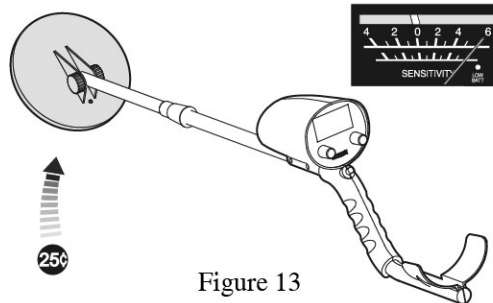

Figure 13
- Approchez le disque de détection de la pièce de monnaie en argent, l'aiguille du vumètre dévie vers la droite et la tonalité devient plus forte. (Figure 13)